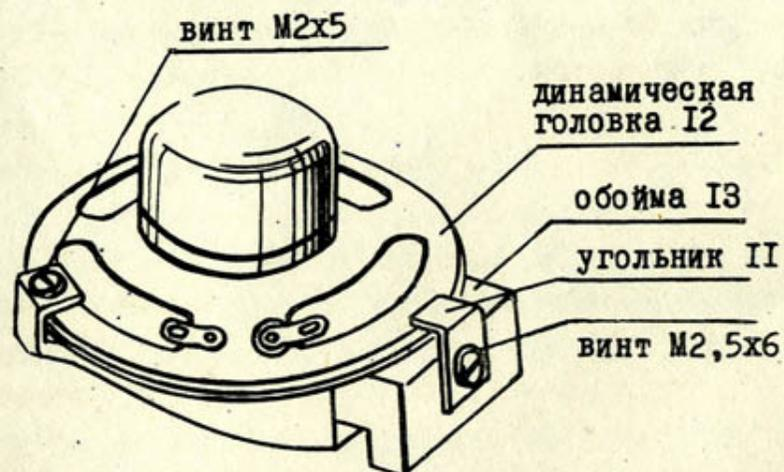

Рис.9. Установка динамической головки на обойме
- установи на обойму I3 динамическую головку I2, сцентрируй положение динамической головки относительно отверстия в обойме и прижми ее винтами и угольником II к плоскости обоймы, как показано на рис.9;